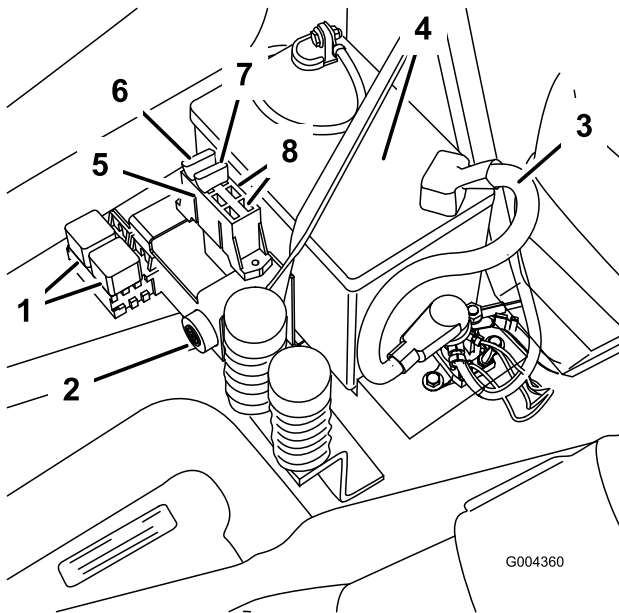

Figura 45
- Levante el asiento para tener acceso al portafusibles (Figura 45).
- Para cambiar un fusible, tire del fusible para retirarlo (Figura 45).